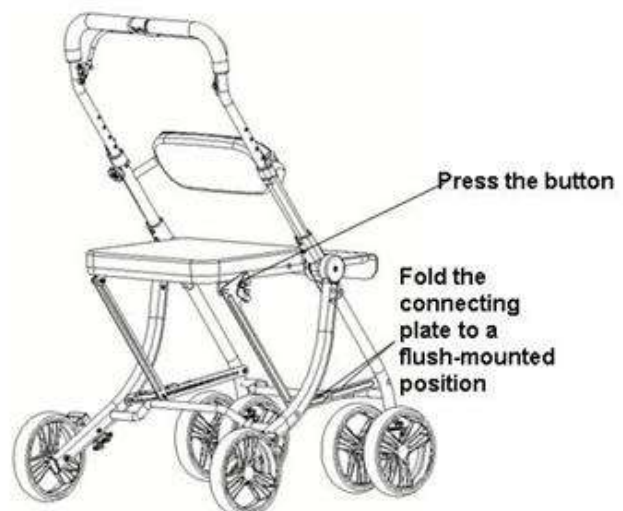

Figure 2
- À ce moment-là, les deux plaques pliantes situées en dessous sont alignées (voir Figure 2), et le chariot est entièrement déplié (pour une meilleure visibilité, aucun sac n'est représenté sur l'image).
Lors du pliage, tenez la poignée d'une main, appuyez sur la boucle de déverrouillage vers l'intérieur avec l'autre main, puis tirez fermement le siège vers le haut pour terminer le processus de pliage, comme illustré à la figure 2.